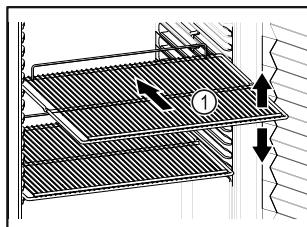

Fig. 56 Príklad zobrazenia
- Ak sa dajú odkladacie rošty Fig. 56 (1) premiestniť, prispôsobte výšku.